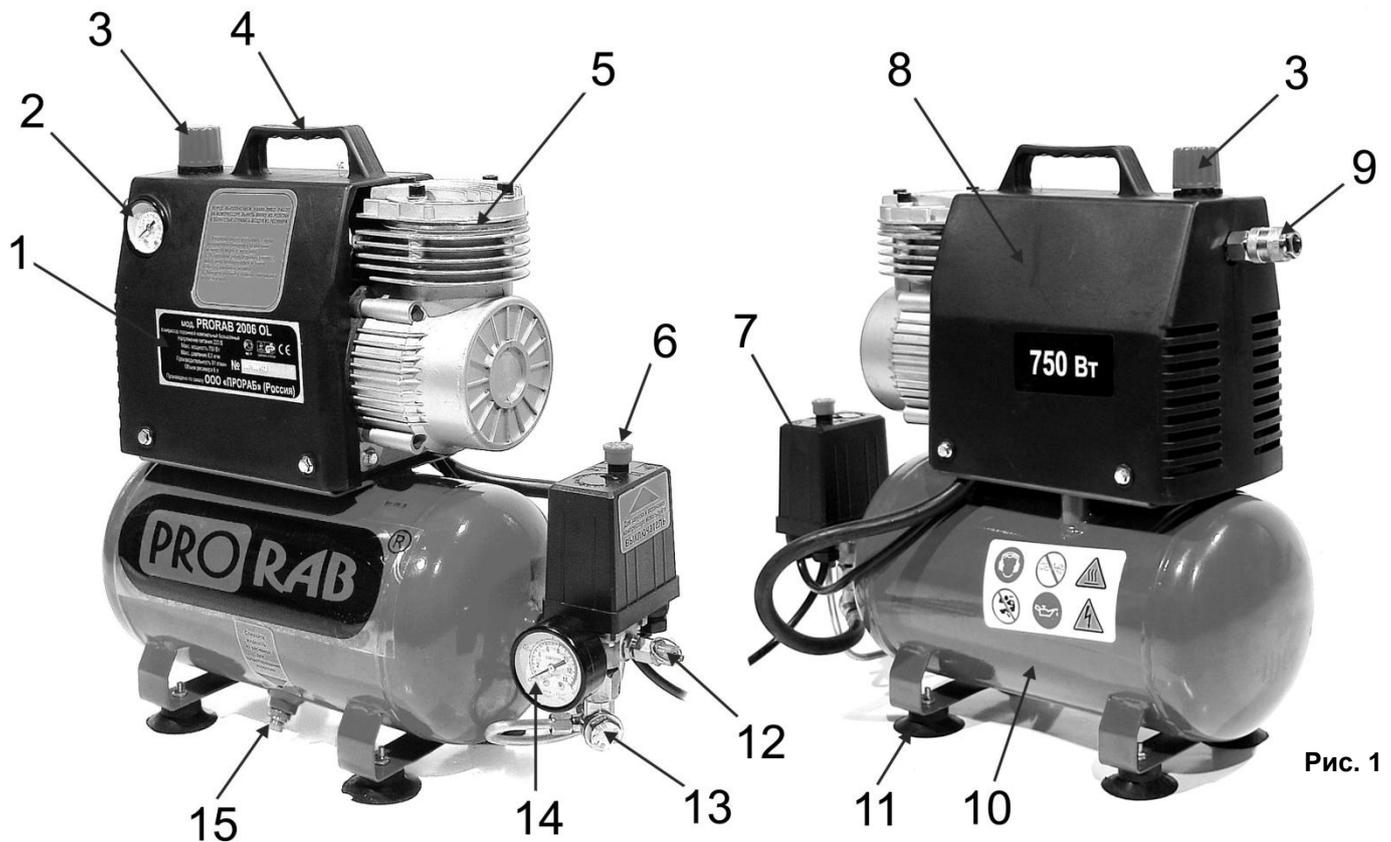

Рис. 1
#### 3.2. Устройство и принцип работы (См. Рис.1)
- Ресивер (воздухосборник) (10)(См. Рис.1) служит для сбора сжатого воздуха, выравнивания пульсации воздуха, получающейся в результате возвратно-поступательного движения поршня компрессора. Ресивер является также основанием, на котором смонтированы остальные узлы и детали компрессора.
- Ресивер имеет штуцеры для установки реле давления (прессостата)(7), обратного клапана (13), крана слива конденсата (15), предохранительного клапана (12), а также монтажную платформу.
- Платформа предназначена для установки поршневого блока (5), электродвигателя, и защитного кожуха (8).
- Реле давления (прессостат)(7) служит для обеспечения работы компрессора в автоматическом режиме, поддержания рабочего давления в ресивере.
- Штуцер (9)(См. Рис.1) предназначен для подачи воздуха потребителю. Имеет быстросъемное соединение.
- Регулятор давления (3) предназначен для регулирования давления подаваемого воздуха.
- Клапан предохранительный (12) служит для ограничения максимального давления в ресивере, и отрегулирован на давление открывания, превышающее давление нагнетания, не более чем на 15%.
- Обратный клапан (13) обеспечивает подачу сжатого воздуха только в направлении от поршневого блока к ресиверу.
- Кран слива конденсата (15) служит для удаления конденсата из ресивера.
- Манометр (14) предназначен для контроля давления в ресивере.
- Манометр (2) предназначен для контроля давления воздуха на выходе к потребителю.
- Убедитесь в том, что кнопка пуска (6)(См. Рис.1) на реле давления (7) находится в положении «Выключено». Вставьте вилку сетевого шнура в розетку 220В / 50 Гц.
- Нажмите на кнопку пуска (6)(См. Рис.1) реле давления, чтобы установить ее в положение «Включено». В течение 10 мин компрессор должен работать без нагрузки в холостом режиме.
- Остановите компрессор, вновь нажав на кнопку пуска (6)(См. Рис.1).
- Присоедините к раздаточному штуцеру (9) шланг потребителя.
- **Для включения** нажмите на кнопку пуска (6)(См. Рис.1) на реле давления, чтобы установить ее в положение «Включено».
- Подсоедините шланг подачи сжатого воздуха к штуцеру (9)(См. Рис.1).
- Постоянное использование максимального давления на выходе необязательно в работе. Зачастую, используемый пневмоинструмент (например, краскораспылитель) требует меньшего давления (порядка 3 - 5 бар). В таких случаях рекомендуется выставлять требуемое давление при помощи регулятора (3)(См. Рис.1), что позволяет снизить нагрузку на компрессор, и соответственно увеличивает его ресурс.
- Дождитесь повышения давления в ресивере (10)(См. Рис.1) до максимального и срабатывания реле давления.
- Вращением по часовой (увеличение) или против часовой стрелки (уменьшение) регулятора давления (3)(См. Рис.1) установите необходимую величину давления, руководствуясь при этом показаниями манометра на выходе (2).